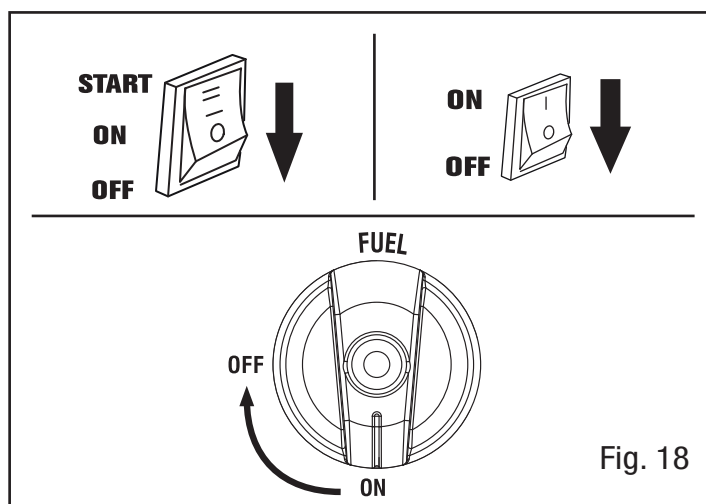

Fig. 18
3. Mettez l'interrupteur ENGINE en position "OFF" (Fig. 18).
4. Mettez l'interrupteur FUEL sur la position "OFF" (Fig. 18). 1. Éteignez tous les appareils électriques avant de les débrancher du générateur. Débrancher les appareils en marche peut endommager le générateur.